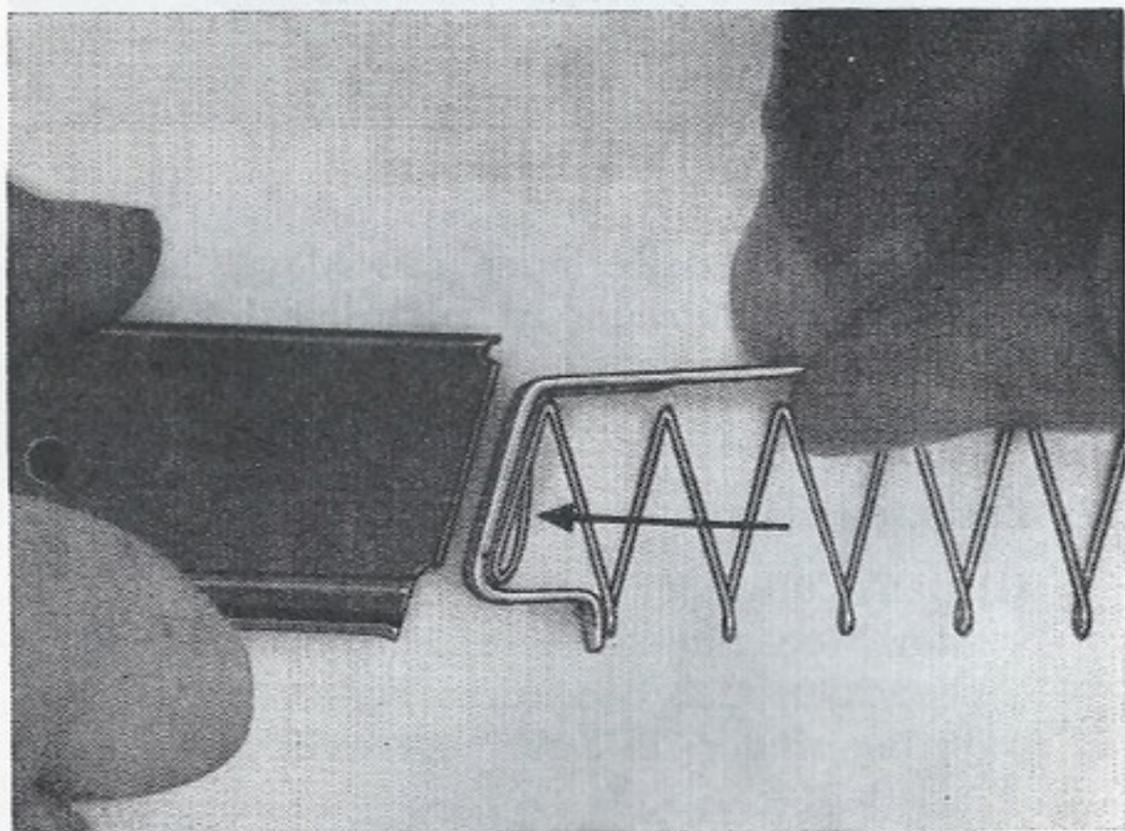

Bild 13
- (1) Den Zubringer mit der Zubringerfeder in das Magazingehäuse einsetzen. Dabei ist zu beachten, daß das kurze Federende der Zubringerfeder im Zubringer anliegt (Bild 13).